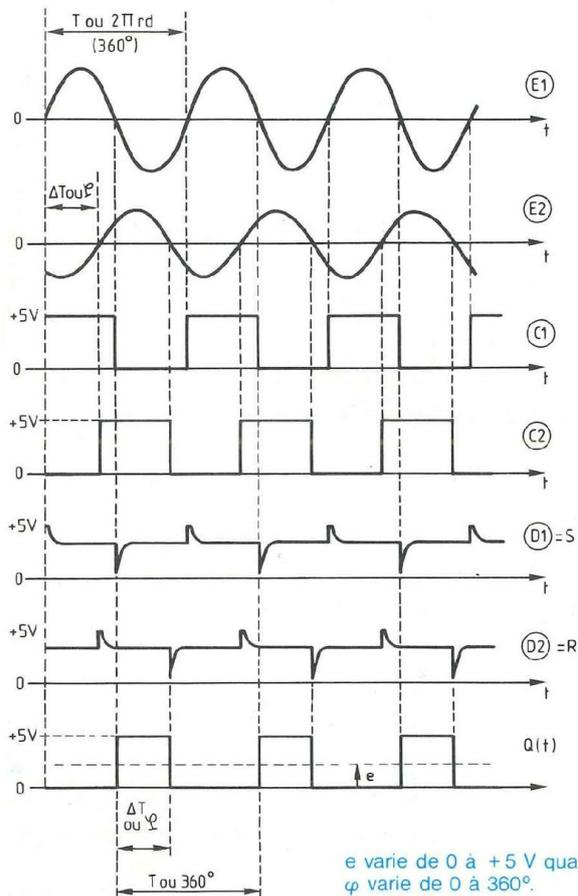

Fig. 5 : Diagrammes de fonctionnement.
Il se trouve tout entier rassemblé dans la succession des diagrammes de la figure 5, où la variable, portée sur les axes horizontaux est le temps t . Les axes verticaux, d'ailleurs non matérialisés pour ne pas surcharger la figure, indiquent tous des tensions.
- chaque fois que E_1 franchit le seuil zéro en devenant positive, la sortie du comparateur correspondant, notée C_1 dans la figure 5, transite brusquement de 0 à +5 V ;
De la même façon, la figure 5 montre que la sortie C_2 de l'autre comparateur, attaqué par la sinusoïde de l'entrée E_2 , délivre des créneaux symétriques de même période T .
Les notations S et R s'expliquent maintenant. En effet, les impulsions négatives correspondantes attaquent les entrées Set et Reset d'une bascule bistable dont la sortie Q évolue, en fonction du temps, conformément au dernier diagramme de la figure 5. Pour une période T , correspondant à une rotation de 360° sur le cercle trigonométrique, on dispose d'un créneau positif de durée Δt coïncidant
l'essentiel, les opérations à effectuer pour franchir les étapes successives du diagramme de la figure 5. Quelques perfectionnements s'y ajoutent pourtant, qui visent à simplifier à l'extrême l'utilisation de l'appareil.
En sortie de la bascule RS, les paliers inférieurs des créneaux aux normes CMOS, ne s'alignent pas rigoureusement sur le potentiel de la masse. A 25° C, il peut subsister une tension résiduelle de 50 mV qui, s'ajoutant à la tension e de la figure 5, fausserait les mesures, particulièrement aux faibles déphasages. Un circuit de décalage